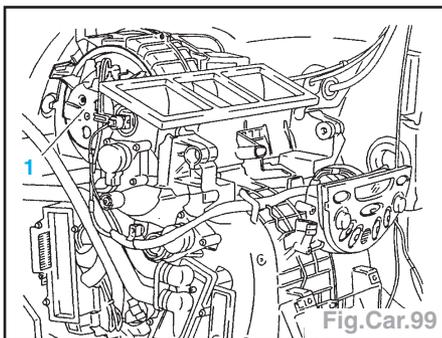
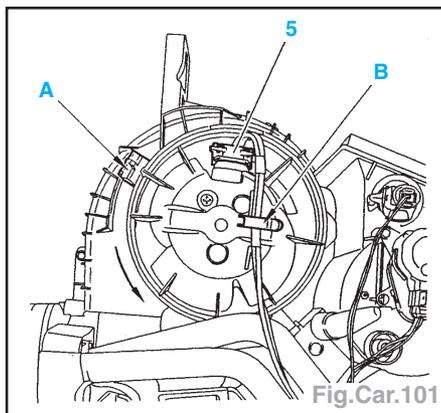

Fig.Car.99
Fig.Car.101
- Agir sur la languette du pulseur (1) en «A».
- Tourner le pulseur (1) dans le sens inverse des aiguilles d'une montre afin de le désengager de ses ergots de maintien (Fig.Car.99)
- Ecarter le pulseur (1) de son emplacement.
- Déconnecter le connecteur (5) (Fig.Car.101).